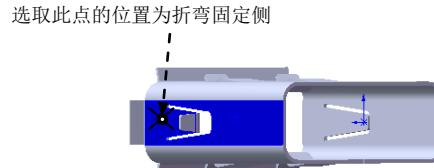

图 10.76 固定侧的位置
(3) 定义绘制的折弯参数。在图 10.76 所示的位置处单击，确定折弯固定侧；在 **折弯位置:** 选项中选取“折弯在外”按钮 , 单击 按钮，并在其后文本框中输入角度值 45；取消 **使用默认半径(U)** 复选框，在 文本框中输入折弯半径值 1。
(4) 单击 按钮，完成绘制的折弯 14 的创建。